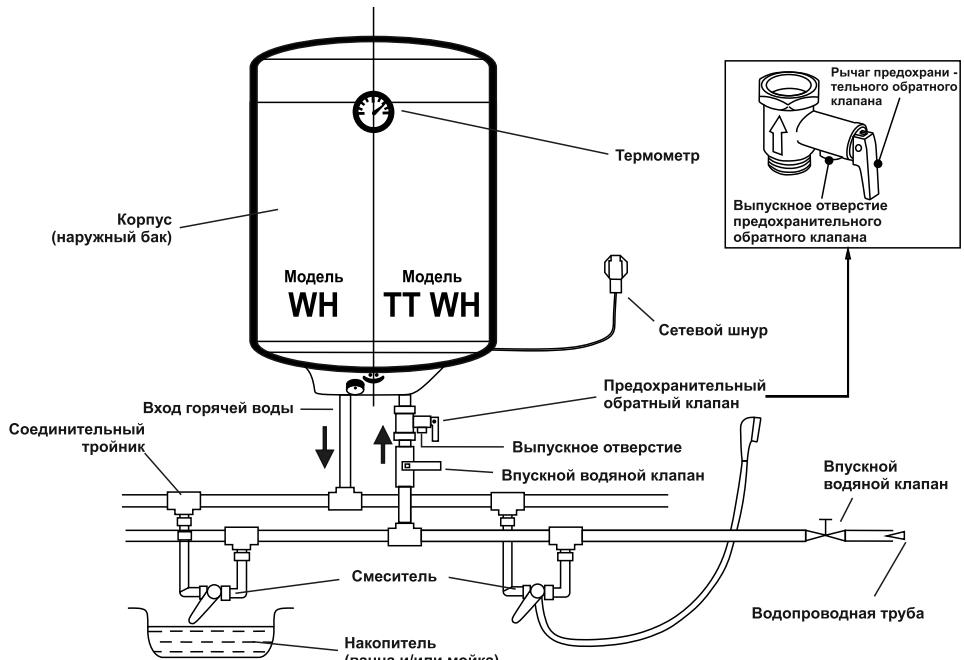

Рис. 1. Общая схема водонагревателя, подключенного к водозаборной точке.
5.1. Водонагреватель выполнен в виде вертикального подвесного бака и состоит из: внутреннего бака, нагревательного элемента, теплоизолированного экологически чистого полиуретана (ППУ), корпуса, защитных крышек, подвесного кранштейна, панели управления и сетевого шнура (Рис. 1).
- Для облегчения обслуживания водонагревателя в процессе эксплуатации рекомендуется установка сливного вентиля (не входит в комплект поставки) в соответствии с Рис. 1.
7.5. Для проверки изменения температуры воды на внешней поверхности водонагревателя имеется термометр (Рис. 1), отображающий повышение и понижение температуры.
8.1.2. Проверка предохранительного обратного клапана. В процессе использования водонагревателя необходимо не менее одного раза в месяц проверять предохранительный обратный клапан. Метод: кратковременно повернуть вверх маленький рычаг предохранительного обратного клапана на стороне выпускной трубы (Рис. 1) (Будьте осторожны, чтобы не поранить руки.)